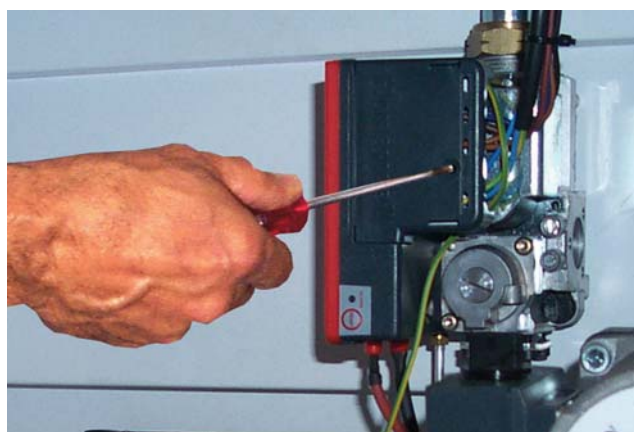

fig. 8
2. Демонтируйте электронный блок управления газовым клапаном (рис. 8);